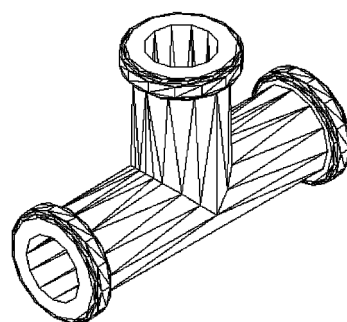

图 12-48 绘制的三通管
3) 用同样方法为其他凸台的两个边倒圆角，倒角后的效果如图 12-48 所示。